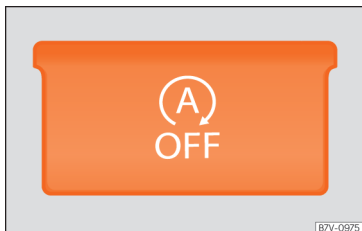

Abb. 236 Ansicht der Mittelkonsole: Schalter für Start-Stopp-Betrieb.
- Um das Start-Stopp-System manuell aus-/einzuschalten, drücken Sie die Taste **Abb. 236**.